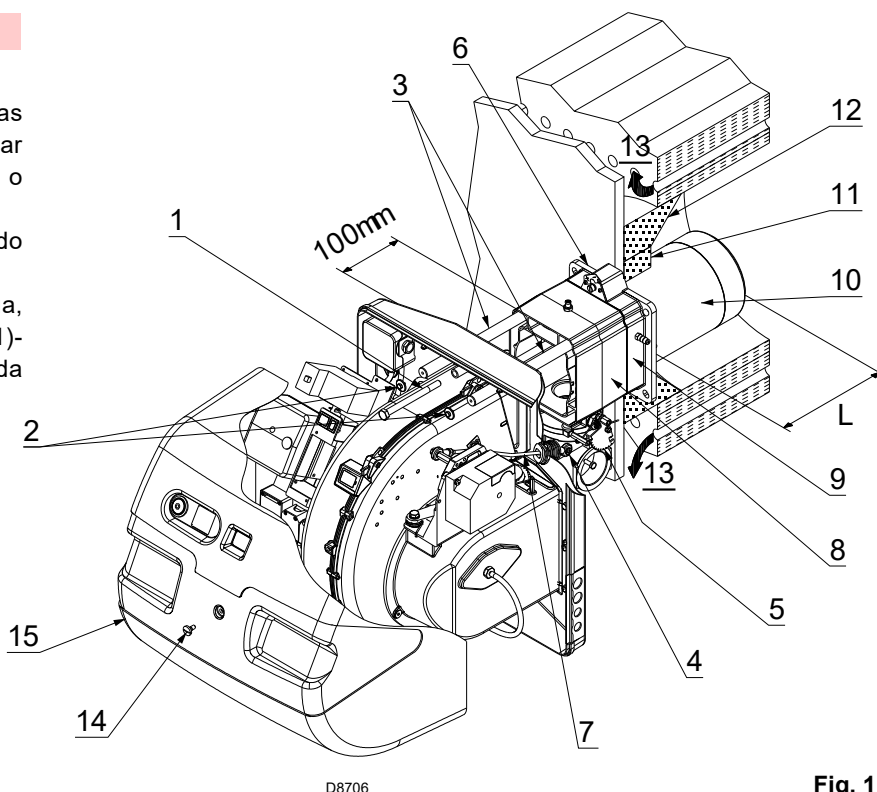

Fig. 11
Para caldeiras com passagens de fumos dianteiras (13) ou com câmara de inversão de chama, colocar uma protecção em material refractário (11) entre o refractário da caldeira (12) e o tubo de fogo (10). Esta protecção deve permitir o deslocamento do tubo de fogo. Ver Fig. 11.
Separar portanto o cabeçal de combustão do resto do queimador, Fig. 11.
Uma vez efectuada esta eventual operação, fixar a flange 9)(Fig. 11) à placa da caldeira, intercalando a junta isolante 6)(Fig. 11) fornecida.
- montar novamente o queimador 4) sobre as guias 3) a cerca 100 mm da mangueira 5) - queimador na posição ilustrada na Fig. 11;